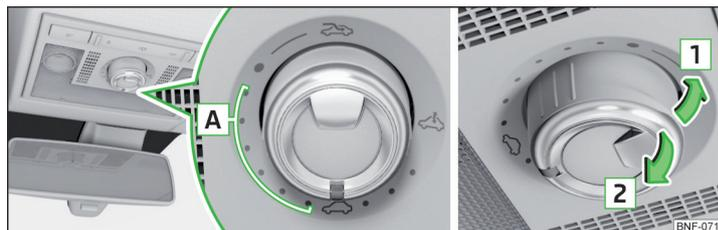

Abb. 35 Bedienung des Schiebe-/Ausstelldachs
**Bedienung des Schiebe-/Ausstelldachs** » Abb. 35
Wird das Schiebe-/Ausstelldach geschlossen, indem an der Aussparung des Schalters in Pfeilrichtung **Z** gezogen wird » Abb. 35 auf Seite 44 und der Schließvorgang durch ein Hindernis gehindert wird, dann wird beim dritten Schließversuch die Kraftbegrenzung außer Funktion gesetzt (wenn die Zeitspanne von 5 s zwischen den einzelnen Schließversuchen unterschritten wird). Das Schiebe-/Ausstelldach schließt mit voller Kraft - es besteht Verletzungsgefahr.
» Abb. 35 auf Seite 44.